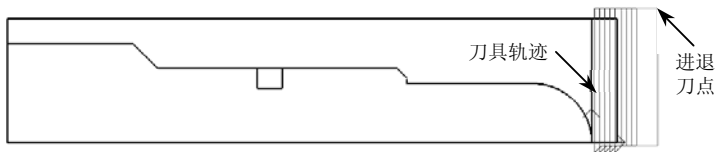

图 6-18 粗车加工端面轨迹
(3) 确定进退刀点 指定一点作为刀具加工前和加工后所在的位置，如图 6-18 所示。要保证选取的点在进退刀时不会与工件发生干涉。
(4) 生成刀具轨迹 当确定好进退刀点后，系统会自动生成绿色的刀具轨迹，如图 6-18 所示。